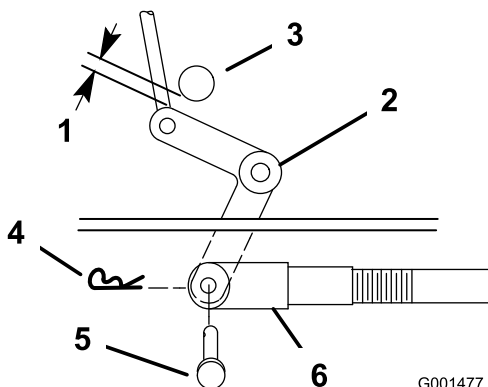
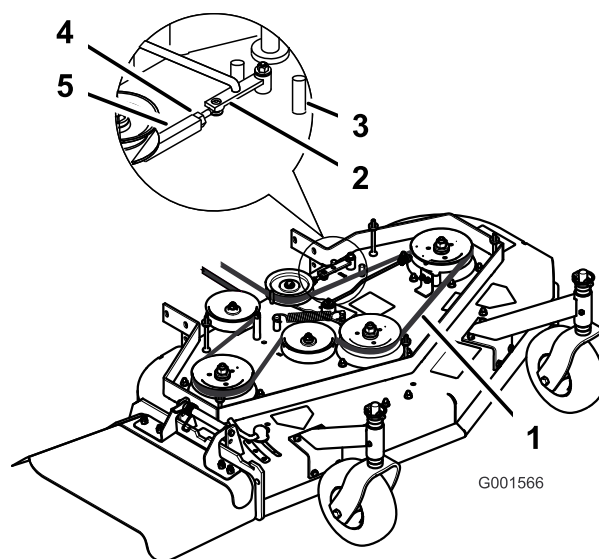

Figura 42
Figura 43
9. Compruebe la distancia entre la palanca acodada y el eje de salida de la transmisión (Figura 42).
11. Gire la horquilla en el sentido de las agujas del reloj para aumentar la distancia; gírela en el sentido contrario para reducirla (Figura 42).
Nota: Si el brazo no entra en contacto con el tope delantero de la plataforma del cortacésped (Figura 43), ajuste la horquilla para acercar la palanca acodada al eje de salida de la transmisión (Figura 42).